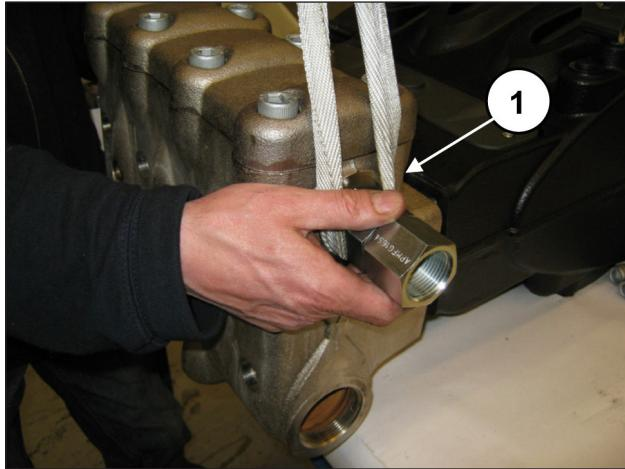
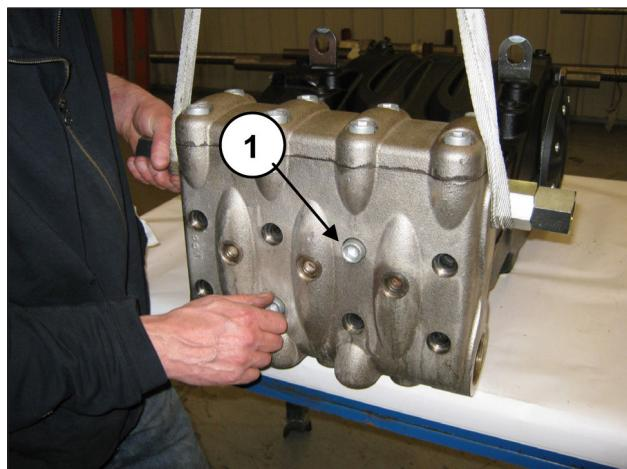

Fig. 131
Fig. 132
Monter la tête hydraulique sur le carter de pompe (rep. ①, Fig. 131) en prenant garde de ne pas heurter les pistons et visser les 8 vis M16x180 (rep. ①, Fig. 132).